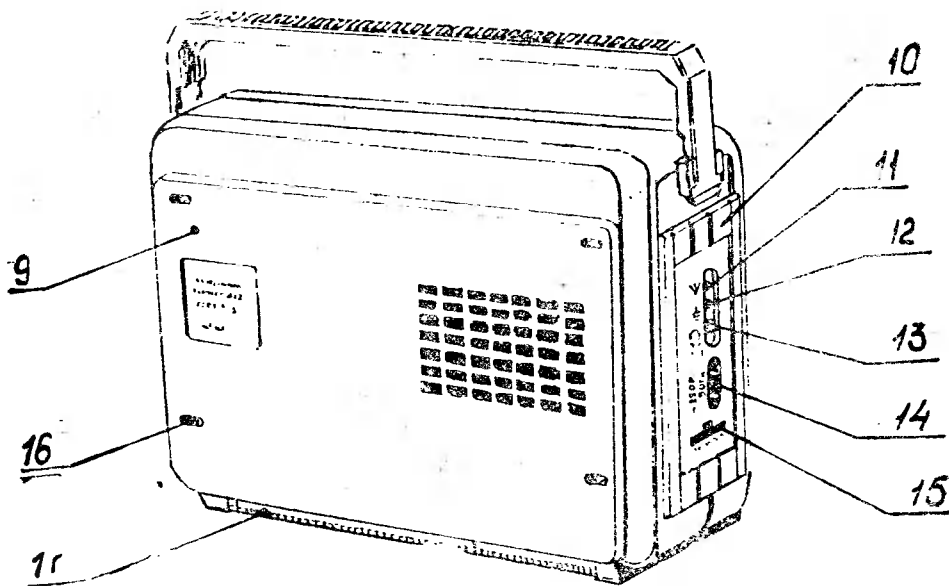

Рис. 1.
Расположение и назначение органов управления приемника и вспомогательных устройств показано на рис. 1.
6.2.1. Включение приемника производится путем поворота ручки регулятора громкости поз. 8 рис. 1 до появления щелчка. После включения приемника установите регулятор громкости в среднее положение.
Вращайте ручку настройки до появления передачи желаемой станции. Затем медленным вращением ручки настройки в обе стороны подстройте приемник. Поверните приемник вокруг вертикальной оси до получения наилучшего приема при минимальных помехах. Прием может быть осуществлен и на внешнюю антенну, которую можно включить в гнездо на левой боковой стенке поз. 11 рис. 1 Поворотом ручки регулятора громкости установите желаемую громкость.
6.3.1. Подключите соединительный шнур к приемнику, вставив его разъем в гнездо на левой боковой стенке приемника, поз. 14 рис. 1, при этом автоматически отключится внутренняя батарея.